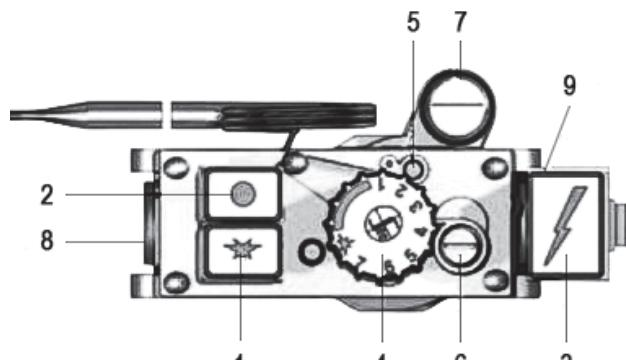
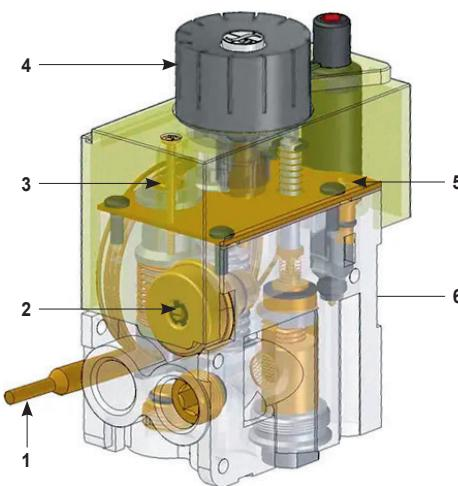

Рис. 10. Газовый блок FERROLI 710
Рис. 11. Газовый блок TGV 307
- Медленно повернуть ручку управления (рис. 10, 11 поз. 4) по часовой стрелке в положение минимальной мощности (ближе к положению выключения основной горелки) и в этом положении минимального расхода контролировать давление газа на выходе, которое должно быть не менее 3,5 мбар (350 Па). При необходимости произвести корректировку. При повороте винта настройки (рис. 11 поз. 3) на TGV 307 или (рис. 10 поз. 6) на FERROLI 710 против часовой стрелки давление газа увеличивается.
- После проверки и настройки выходного давления при минимальном расходе, перевести ручку управления (рис. 10, 11 поз. 4) в положение «7».
- Контролировать давление газа на выходе, которое должно быть в диапазоне 9-10 мбар (900-1000 Па). При необходимости произвести корректировку. При повороте винта настройки (рис. 11 поз. 2) на TGV 307 или винта под заглушкой (рис. 10 поз. 7) на FERROLI 710 по часовой стрелке давление газа увеличивается.